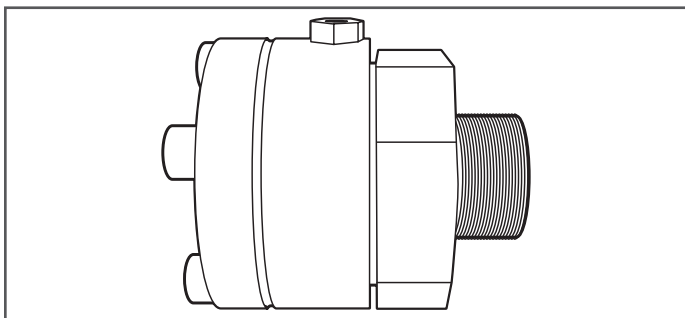

Figure 7-6
7. Raccords DoubleTrac® en acier inoxydable à assemblage sur place (Figure 7-6).